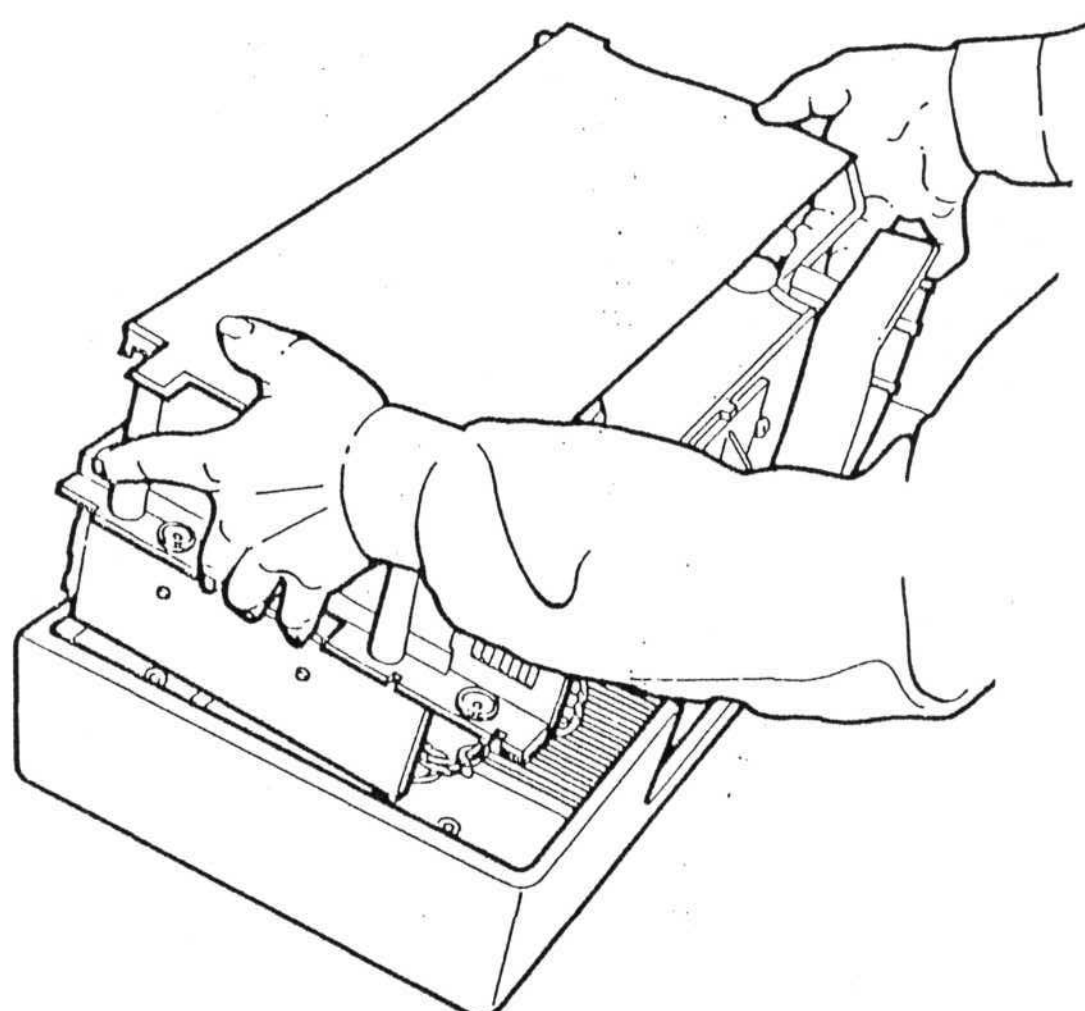

Bild 16
8. Den Mittelträger vorsichtig in das obere Gehäuseteil einlegen und die AC-Power-Rückwand in die vorgesehene Halterung einschieben (Bild 16).